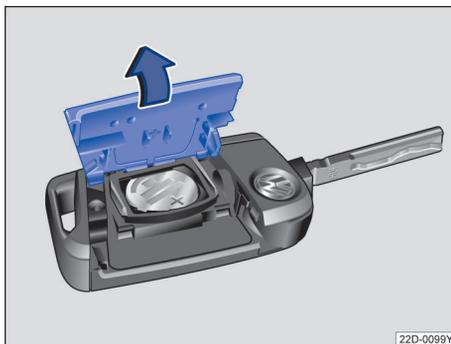

图 46 汽车钥匙：打开电池盒盖
- 用一合适的器具（例如，硬币）沿→图 46 箭头方向拆下汽车钥匙后侧的盖板→①
- 安装电池盖板，然后沿→图 46 箭头相反方向将其扣到汽车钥匙上，直至其卡定。